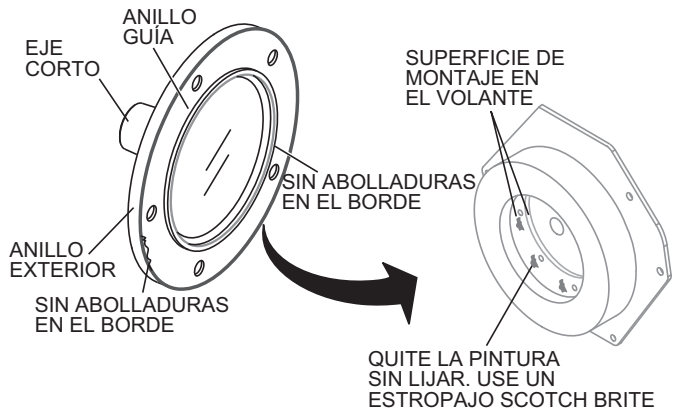

Figura 12. Superficie de montaje del volante
1. Quite la pintura de la superficie de montaje del volante usando estropajo Scotch-brite (sin lijar). Vea la Figura 12.
2. Asegúrese de que no haya abolladuras en los bordes del anillo guía del eje corto y del anillo exterior (Vea la Figura 12). Use una piedra abrasiva plana para quitar las rebabas de los alrededores de las abolladuras.